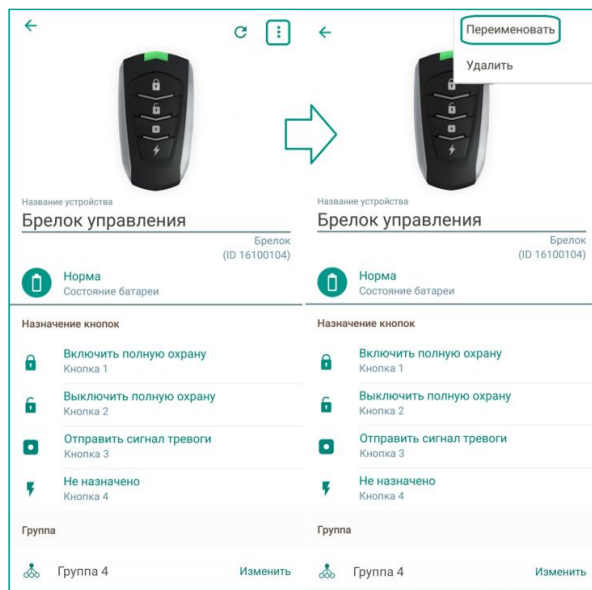

Рисунок 10.3 – Вызов меню на экране настройки пульта
- 3) В меню выберите пункт *Переименовать* (см. рисунок 10.3).